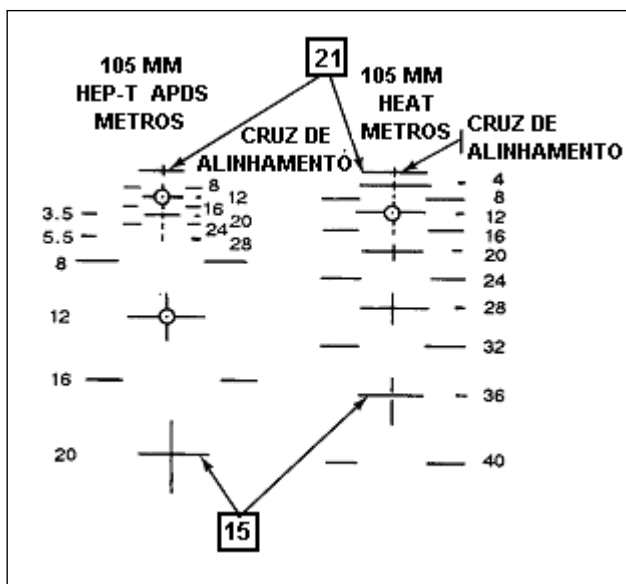

Fig 7-36. Retículo da luneta M105D
(4) Procedimentos para a luneta M105D – o processo só será válido para a distância de 1200 metros. (Fig 7-36 a 7-38)